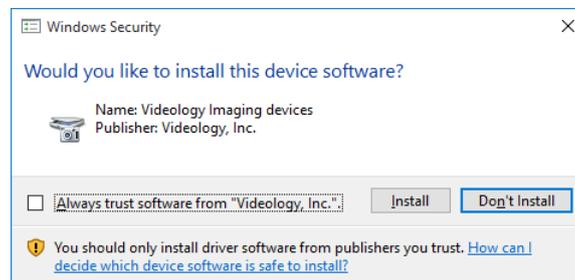

Figura 20. Mensaje sobre la instalación del controlador de la cámara
15. Si el mensaje que se muestra en la Figura 20 aparece en la pantalla, haga clic en " *Instalar en pc*"Botón